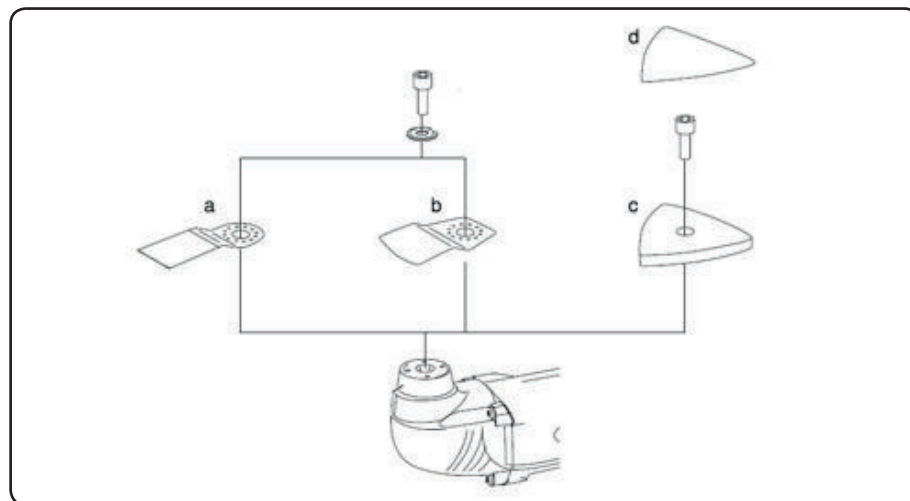

Abb.8
- ➔ Das Werkzeug wird nach dem Aufsetzen mit einer Spannunterlage und Befestigungsschraube mithilfe eines Sechskantschlüssels befestigt. Zur Sicherung der Delta-Schleifplatte wird nur die Befestigungsschraube ohne Spannunterlage benutzt, siehe Abb. 8.